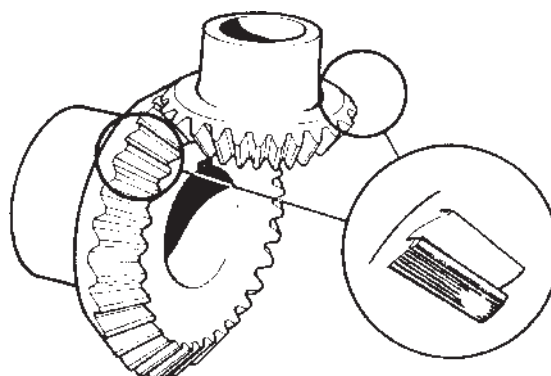

Fig. 25
6. Kontrollera att märkbilden på kuggytorna överensstämmer med märkbilden på fig. 25. Är märkbilden inte den rätta flyttas justermellanläggen (156) och (191) enligt följande: